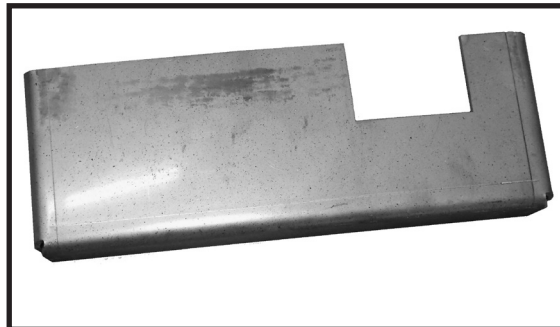

Figure 24: Écran inférieur.
1. Poser l'écran inférieur(Figure 24) en premier sur l'ensemble EBT tel qu'illustré à la Figure 26.